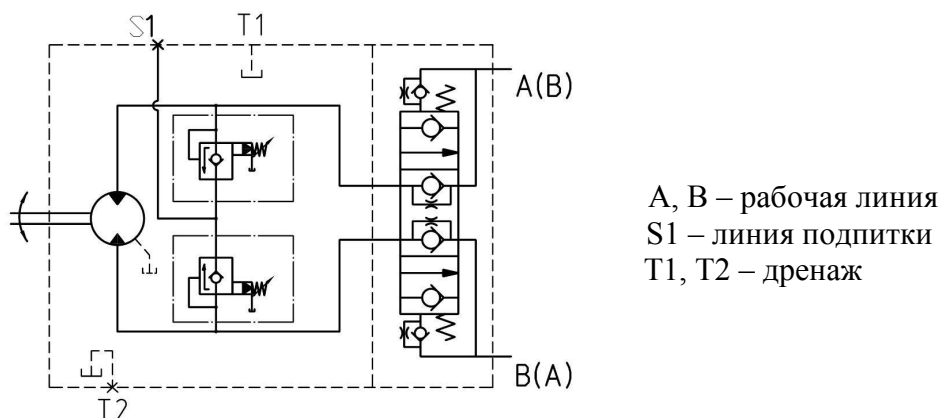

Рис. 8 – Гидравлическая схема гидромотора со встроенными обратнo – предохранительными клапанами и пристыкованным противообгонным клапаном.
Гидромоторы 410. ... 107(125)...F32...+ ГКП.0.25 со встроенными обратнo – предохранительными клапанами и пристыкованным противообгонным клапаном рабочего объема 107(125) см³ с односторонним расположением фланцев рабочих каналов (рисунок 8).